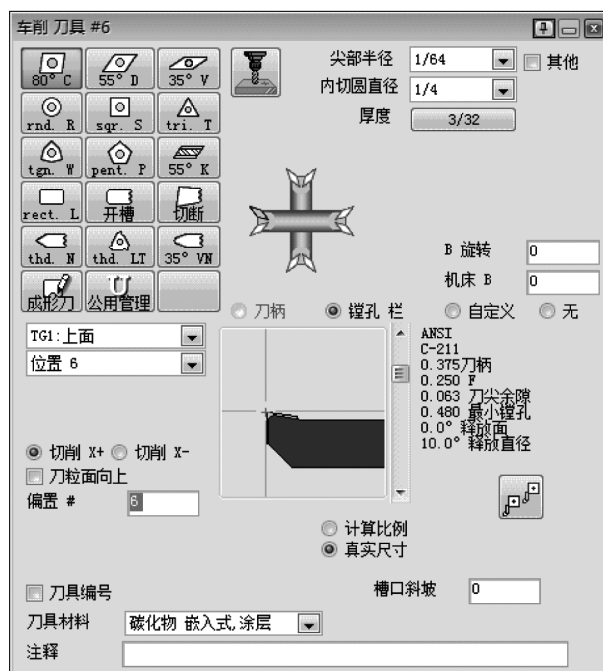

图 5-23 车削刀具#6
8) 创建车削刀具#6，如图 5-23 所示。此刀具将对零件内径进行粗加工。